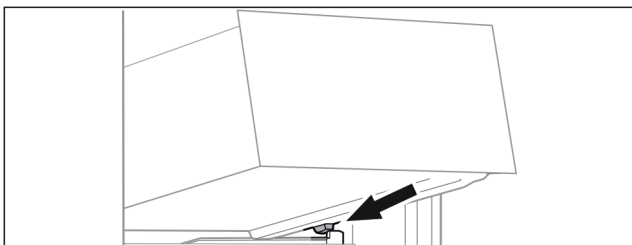

Fig. 167
- ▶ Schubfach schräg hinter den Stopperrahmen auf Behälterrippe aufsetzen. (siehe Fig. 167)